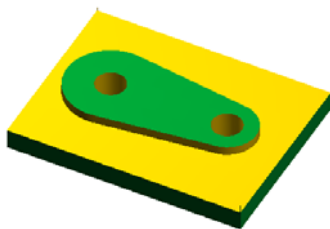

图 4.6.10 仿真结果
(1) 在 **刀路** 选项卡中单击  按钮，然后单击“验证选定操作”按钮 ，系统弹出“Mastercam 模拟器”对话框。
(2) 在“Mastercam 模拟器”对话框中单击  按钮，系统将开始进行实体切削仿真，结果如图 4.6.10 所示，单击  按钮。